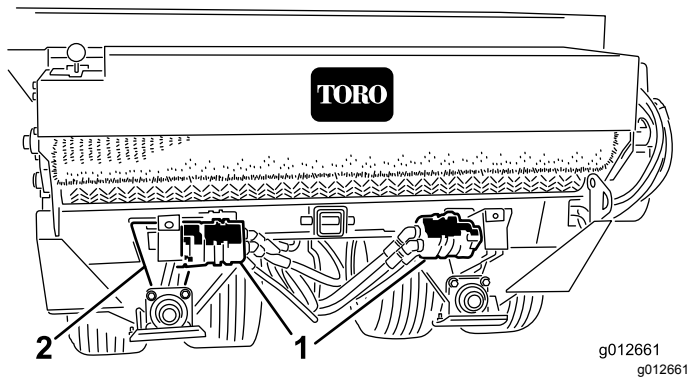

Bild 17
2. Lösen Sie die Schlossschrauben und Muttern, mit welchen der Hydraulikmotor / die Pumpe an der Aufnahmevorrichtung der Achse befestigt ist (Bild 17).
3. Drehen Sie die Motor-Kettenradbaugruppe (Bild 17), bis die Radantriebskette 3,2 mm auslenkt.